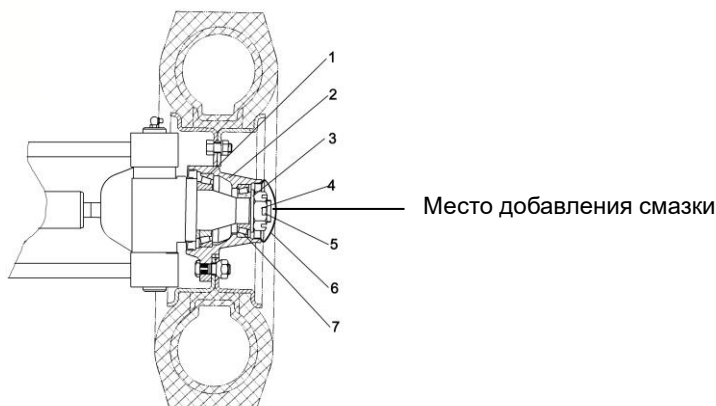

Рисунок 2-17
- (1) См. Рисунок 2-17, смажьте внутреннюю полость ступицы колеса, внутренний или внешний подшипник и крышку ступицы колеса, а также сальник.
- (2) Установите наружное кольцо подшипника на ступицу колеса и установите ступицу колеса на шарнире.
- (3) Установите шайбу и затяните гайку моментом затяжки 206-235 Н·м (21-24 кгм), затем ослабьте гайку, затянув гайку снова моментом затяжки 9,8 Н·м (1 кгм)
- (4) Аккуратно вставьте ступицу при помощи деревянного молотка и поверните ее на 3-4 оборота, чтобы убедиться, что она не болтается.
- (5) Затяните гайку.
- (6) Аккуратно постукивая ступицу колеса деревянным молотком, вращайте ступицу колеса 3-4 оборота вручную, чтобы обеспечить стабильность вращения, и измерьте момент вращения, чтобы его значение находилось в диапазоне 2,94-7,8 Н·м (0,3-0,8 кгм)
- (7). Если момент вращения больше стандартного значения, вы можете отвернуть гайку на 1/6 оборота, а затем снова измерить его.
- (8) После того, как момент вращения будет соответствовать стандартному значению, зафиксируйте гайку при помощи шплинта.